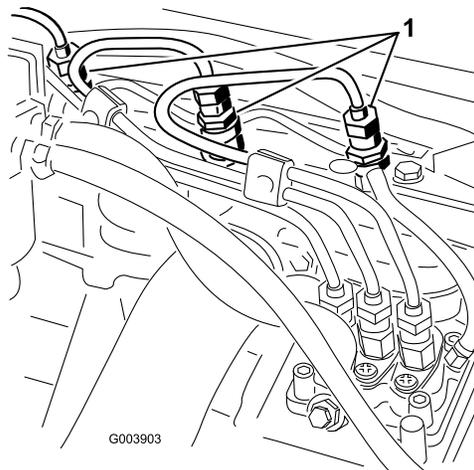

図 57
1. 燃料噴射ポンプの No.1インジェクタ・ノズル(図 57)へのパイプ接続部をゆるめる。